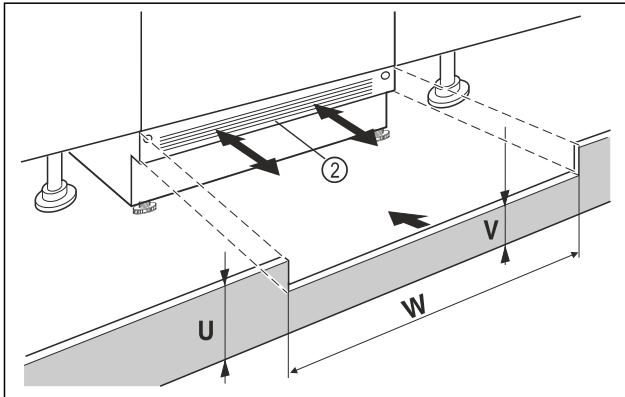

Fig. 15 Beispielhafte Darstellung
- Gerätesockelblende Fig. 15 (2) aufsetzen aber noch nicht fixieren.
- Bei sichtbarer Sockelblende Fig. 15 (2), diese so weit nach vorn ziehen, dass Vorderkante Lüftungsgitter und Möbelsockelblende eine Ebene bilden.
- Bei verdeckter Sockelblende Fig. 15 (2), diese ganz nach hinten schieben.
- Auf komplett freie Lüftungsschlitze achten: Bei Bedarf Höhe der Möbelsockelblende Fig. 15 (U) zuschneiden!
- Entlang der Nischenbreite Fig. 15 (W) die Steghöhe Fig. 15 (V) unter der Gerätesockelblende Fig. 15 (2) einpassen.